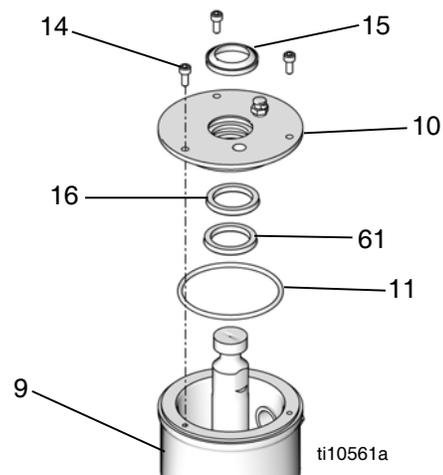

ABB. 5
5. Bei Unterpumpen mit geschlossenen Ölertassen (9) schrauben Sie die drei Schrauben (14) aus der Abdeckung der Ölertasse (10) mit einem Inbusschlüssel heraus, und nehmen Sie die Abdeckung ab. Leeren und reinigen Sie die Ölertasse (9). Siehe ABB. 5.
6. Bei Unterpumpen mit geschlossenem Schmiermittelbehälter (9) entfernen Sie den O-Ring (11) mit einem O-Ring-Haken, und verwenden Sie einen flachen Schraubendreher, um den Sprengring (61), den Abstreifer (15) und die Dichtung (16) zu entfernen.